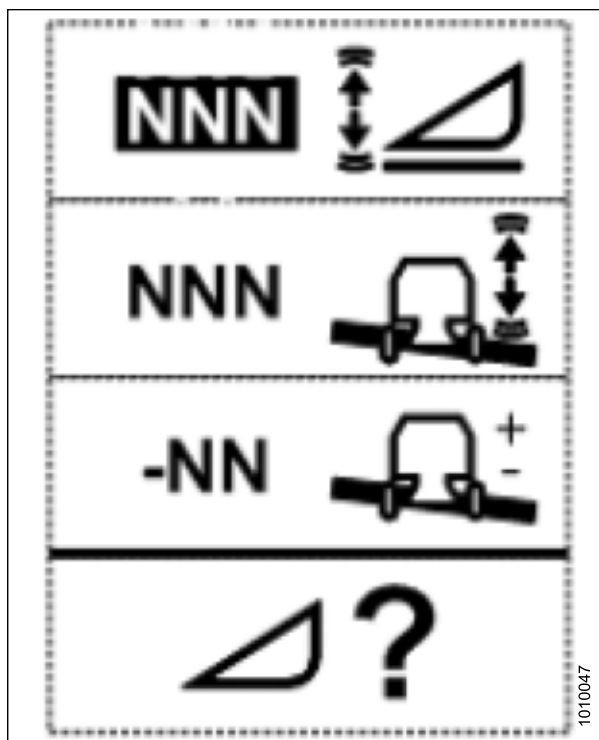

Рисунок 3.197: Страница изменения чувствительности по высоте
1. Нажмите клавишу HEADER SETTINGS (НАСТРОЙКИ ЖАТКИ) (M), чтобы открыть экран HEADER SENSITIVITY CHANGE (ИЗМЕНЕНИЕ ЧУВСТВИТЕЛЬНОСТИ ЖАТКИ), как показано на рис. 3.197, страница 166.
2. При помощи клавиш UP (ВВЕРХ) или DOWN (ВНИЗ) (E) и (H) настройте значение выделенного пункта. Чувствительность регулировки высоты находится в диапазоне от 0 (минимальная чувствительность) до 250 (максимальная чувствительность) с шагом 10.